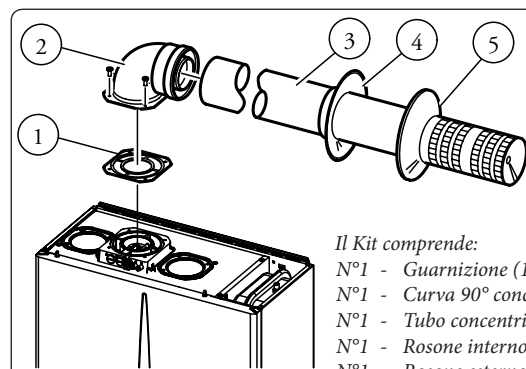

Fig. 1-13
Questo terminale permette l'aspirazione dell'aria e lo scarico dei fumi direttamente all'esterno dell'abitazione. Il Kit orizzontale può essere installato con l'uscita posteriore, laterale destra, laterale sinistra e anteriore (Fig. 1-13÷1-19).
Kit orizzontale di aspirazione - scarico Ø60/100. Montaggio kit (Fig. 1-13): installare la curva con flangia (2) sul foro centrale della caldaia interponendo la guarnizione (1) e serrare con le viti presenti nel kit. Innestare il tubo terminale (3) con lato maschio (liscio), nel lato femmina (con guarnizioni a labbro) della curva (2) sino a portarlo in battuta, accertandosi di avere già inserito il relativo rosone interno ed esterno, in questo modo si otterrà la tenuta e la giunzione degli elementi che compongono il kit.